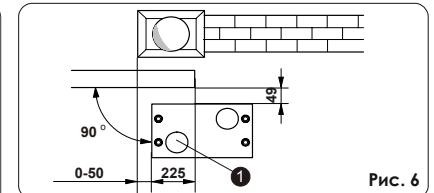
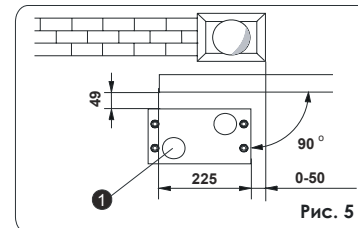

Рис. 6
Рис. 5
2. Плита основания должна быть расположена так, как показано на рис.5 (закрывание вправо) или рис.6 (закрывание влево), для правильного зацепления рейки и шестерни.